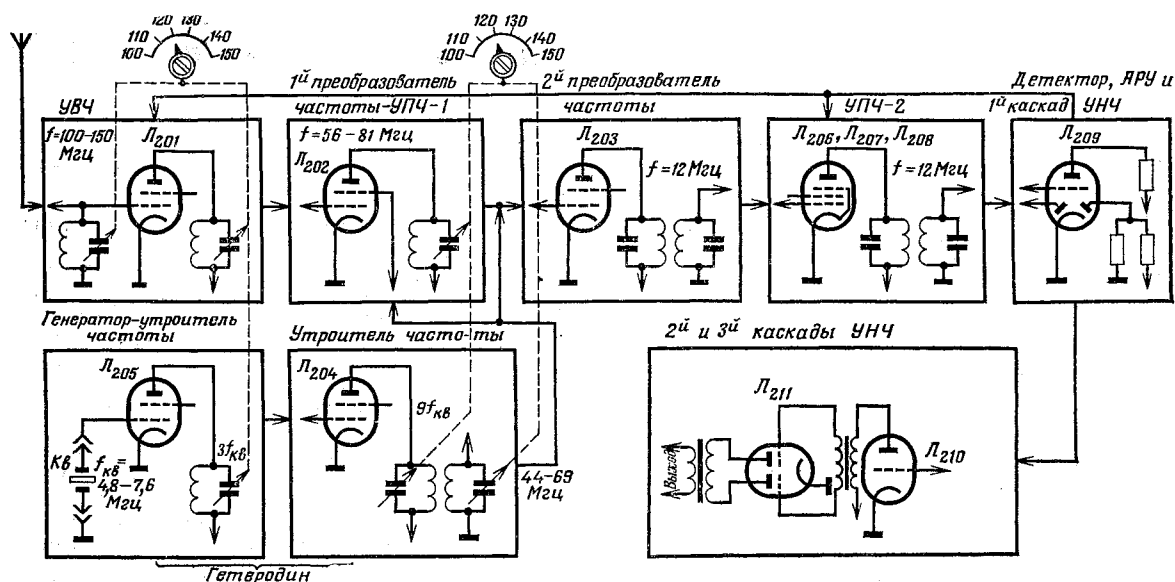

Рис. 2
**Приемник** радиостанции (см. блок-схему на рис. 2) представляет собой одиннадцатиламповый супергетеродин с двойным преобразованием частоты. Чувствительность приемника по всему диапазону частот не хуже 10 мкв.